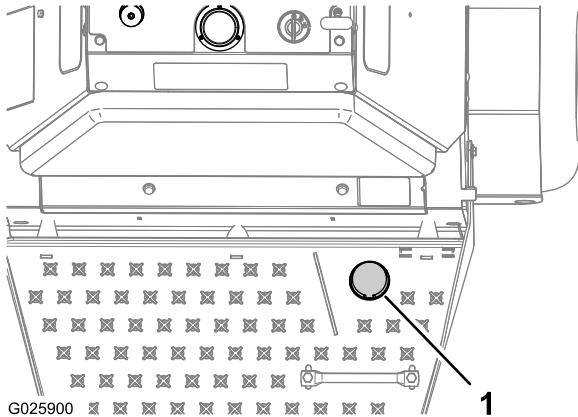

Figura 16
- Pise el interruptor de elevación de los taladros para bajar los taladros (Figura 16).
- Pise el interruptor y mueva las palancas de control de tracción hacia adelante para airear (Figura 16); consulte Palancas de control de tracción \(página 15\).
Para elevar los taladros, quite el pie del interruptor de elevación de los taladros (Figura 16).
2. Pise el interruptor de elevación de los taladros para bajar los taladros (Figura 16).
3. Pise el interruptor y mueva las palancas de control de tracción hacia adelante para airear (Figura 16); consulte Palancas de control de tracción (página 15).